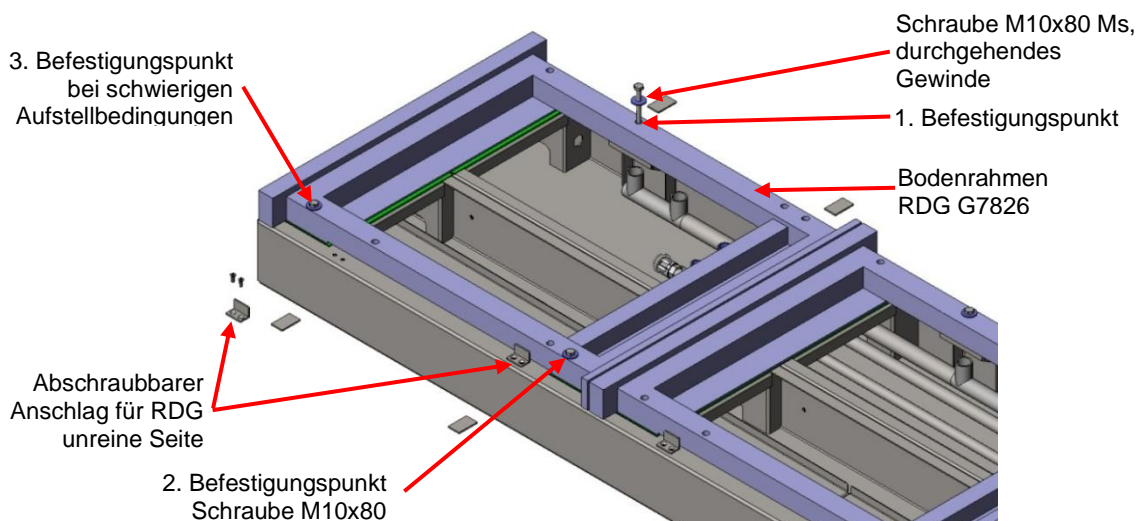

Abb. 2: Befestigung der RDGs auf dem Versorgungssockel
- a) Lösen Sie die pro RDG 2 abschraubbare Anschläge am Versorgungssockel (siehe Abb. 2:).